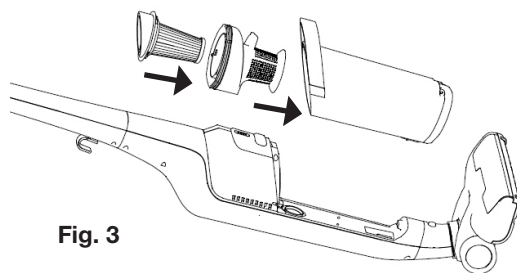

Fig. 3
3. Insérez le filtre de type EPA (9) dans les encoches du bloc de filtration (10) et tournez-le légèrement dans le sens des aiguilles d'une montre pour le verrouiller (voir figure 3).
4. Insérez le bloc de filtration (10) dans le bac à poussière (12) (fig. 3).